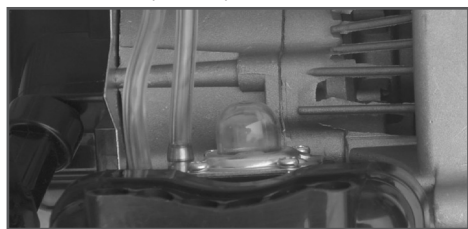

Рис. 5. Ручной топливный насос
3. Нажмите на ручной топливный насос 5-10 раз, до появления в нем топлива. Насос находится в нижней части карбюратора под корпусом воздушного фильтра (Рис. 5).